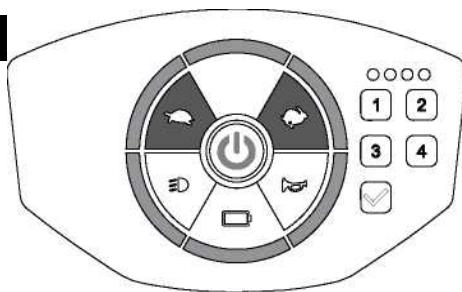

Figure 9
- 전원 버튼을 눌러 스쿠터를 전원 대기 상태(빨간색 켜짐)로 설정한 다음 가속 [▶] /감속 [◀] 버튼을 함께 2초 동안 길게 누릅니다. 스쿠터가 조명 설정 준비가 되면 패널 표시등이 모두 켜집니다.(Figure 9)